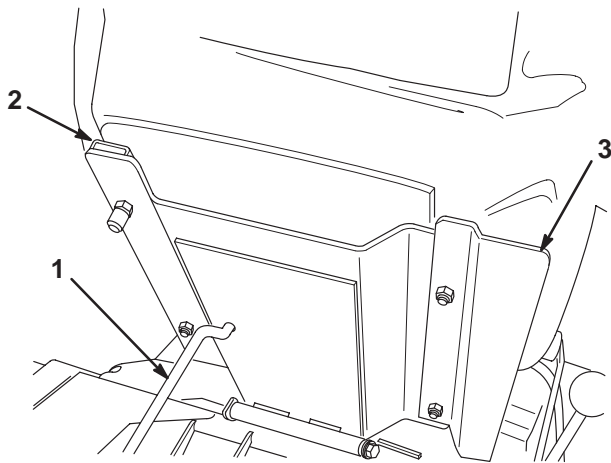

Figure 4
3. Fixez le siège, le panneau de siège et les glissières de siège au support de siège avec les contre-écrous (5/16") (Fig. 4) fournis avec les pièces séparées. Montez le panneau de siège du côté droit, en le positionnant comme illustré à la Figure 4.